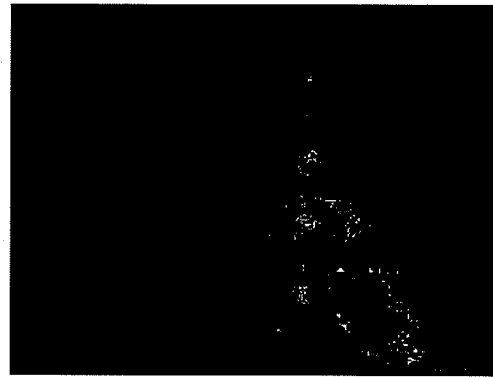

Figura 37
1. Saque la manguera del calibre derecho del conector superior (consulte la figura 37).